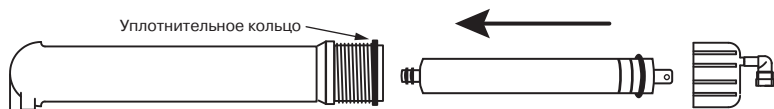

Рис. 15
3. Наклейте уплотнитель на внутреннюю сторону скобы дренажного хомута с резьбовым отверстием. Вставьте трубку в скобу хомута (**рис. 15**). Край трубки должен выступать примерно на 4-5 мм из внутренней части скобы.